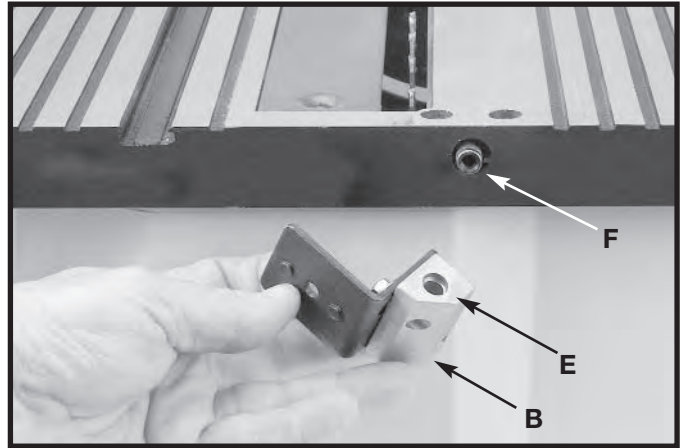
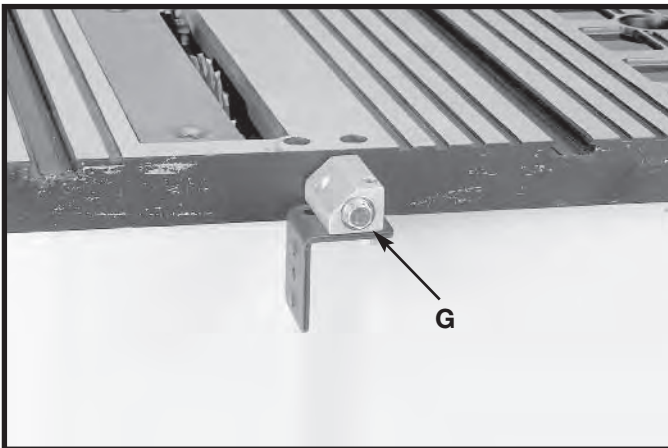

Fig. 11
Fig. 12
4. Posicione a extremidade com furo (E) Fig. 11 do suporte do separador (B) na extremidade da rosca (F), e aperte usando o conjunto descrito na **PONTO 3. FIG. 12**